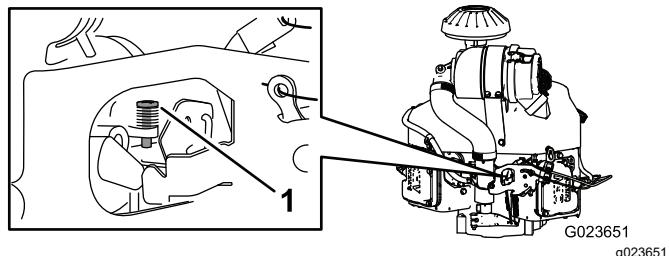

Figure 66
- Ajustez la vis d'arrêt sur le carburateur (Figure 66) pour régler le régime de ralenti entre 1 350 et 1 550 tr/min.